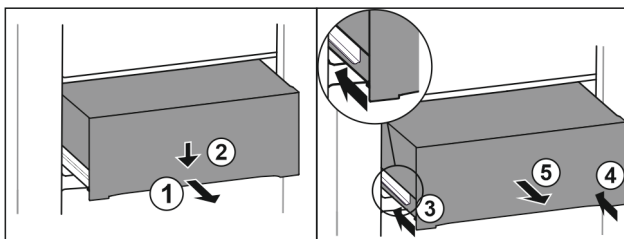

Fig. 112
- ▶ Predal izvlecite do polovice. *Fig. 112 (1)*
- ▶ Predal na sprednji strani potisnite navzdol. *Fig. 112 (2)*
- ▶ Levo vodilo potisnite približno 2 cm noter. *Fig. 112 (3)*
- ▶ Desno vodilo potisnite približno 2 cm noter. *Fig. 112 (4)*
- ▶ Predal vzemite ven v smeri naprej. *Fig. 112 (5)*